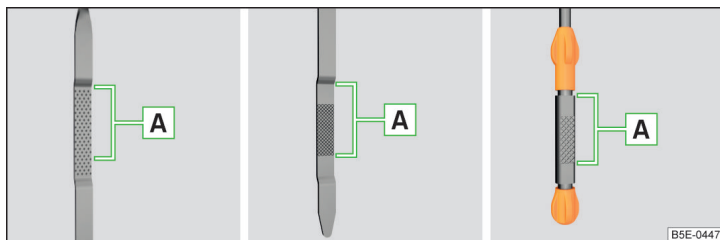

Fig. 180 Imagen esquemática: Varilla de nivel de aceite
Varilla de nivel de aceite » fig. 180
- El nivel de aceite no debe estar nunca sobre o debajo de la zona **A** » fig. 180. ¡Existe riesgo de daños del motor, así como en el sistema de gases de escape!
- ¡Si el nivel de aceite se encuentra por encima de la zona **A**, » fig. 180  no siga conduciendo! Pare el motor y recurra a la asistencia de un taller especializado.